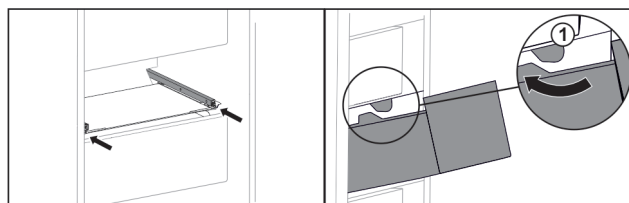

Fig. 53
- ▶ Predal speljite okrog zaustavljalnikov Fig. 53 (1).